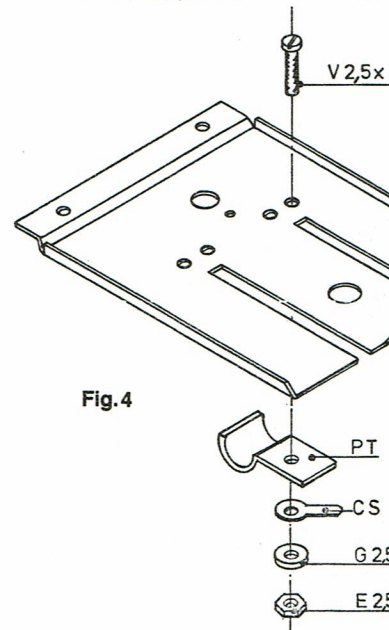

Fig. 4
13. Sélectionnez le fil de câblage et effectuez les différenciations sur la fig. 4.
La longueur de chaque connexion est indiquée sur la fig. 4.